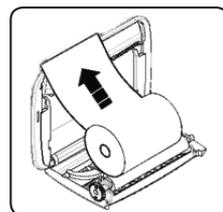

Figure 2
- Positionner le rouleau de papier et assurer que le papier se déroule dans la bonne direction comme montré dans la figure 2;